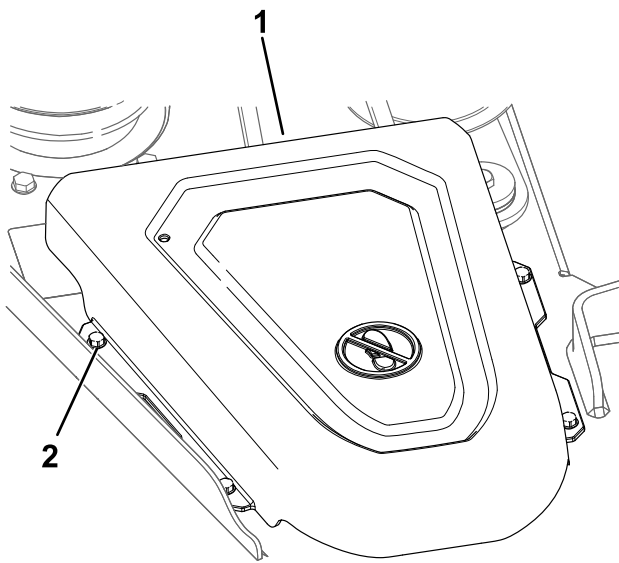

Figure 51
4. Sur les plateaux de 122 cm, desserrez les 4 vis sur les deux couvercles de poulie et déposez les couvercles (Figure 51).
9. Sur les plateaux de 91 cm, posez les couvercles de poulies (Figure 51).